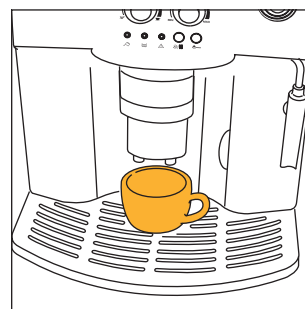
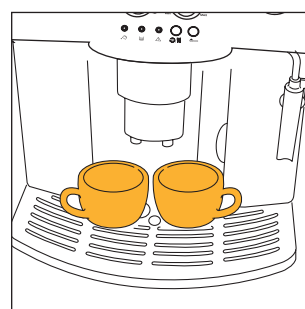
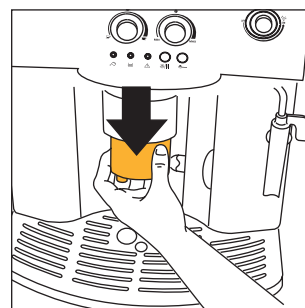

Рис. 9
Рис. 10
Рис. 11
- 4) Поставьте под носики чашку, если готовите 1 кофе, рис. 9, или 2 чашки для двух чашек кофе, рис. 10. Для получения вкусной пенки как можно приблизьте носики к чашкам, опустив блок подачи кофе, рис. 11.